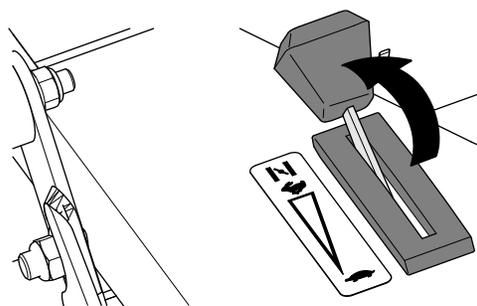

Рисунок 12
- Если двигатель холодный, переведите орган управления дроссельной заслонкой до упора вперед в положение ВОЗДУШНАЯ ЗАСЛОНКА (Рисунок 12).